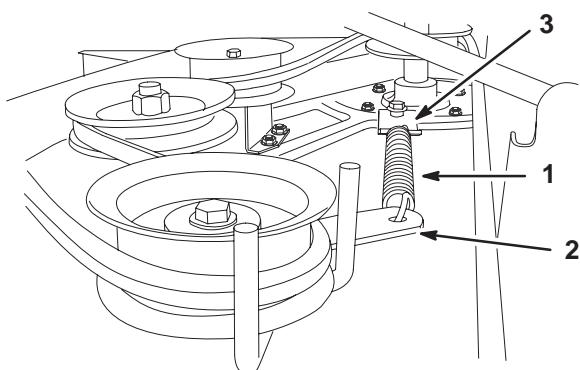

Figure 9
14. Accrochez le ressort entre le bras de la poulie de tension et la patte de support du plateau de coupe (Fig. 9).